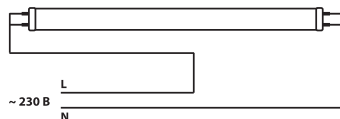

Рис. 1
4. Убедитесь, что электрическая схема светильника (схема подключения лампы) соответствует Рис. 1.